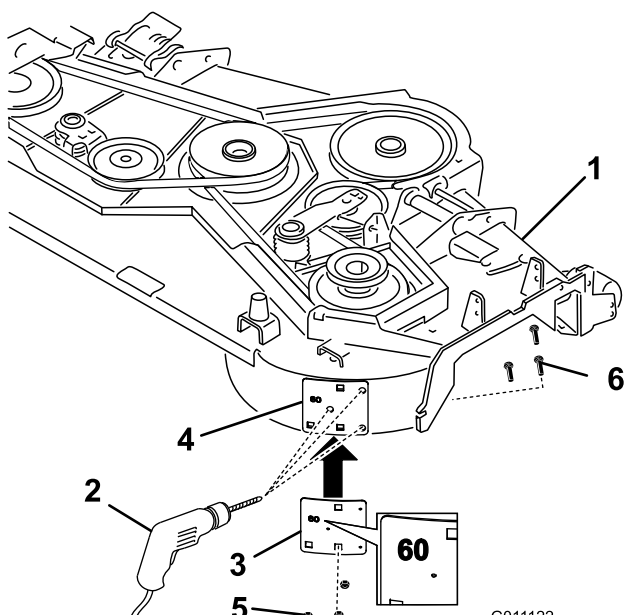

Рисунок 5
1. Установите металлический шаблон, обозначенный номером 60, на деку газонокосилки с помощью ранее снятых каретных болтов и гаек, используя имеющиеся отверстия в деке газонокосилки (Рисунок 5).
2. Накерните места новых отверстий в деке, используя 3 отверстия в шаблоне (Рисунок 5).
3. Снимите металлический шаблон и просверлите три направляющих отверстия диаметром 1/8 дюйма острым сверлом (Рисунок 5).
4. Просверлите три отверстия диаметром 13/32 дюйма в направляющих отверстиях острым сверлом (Рисунок 5).